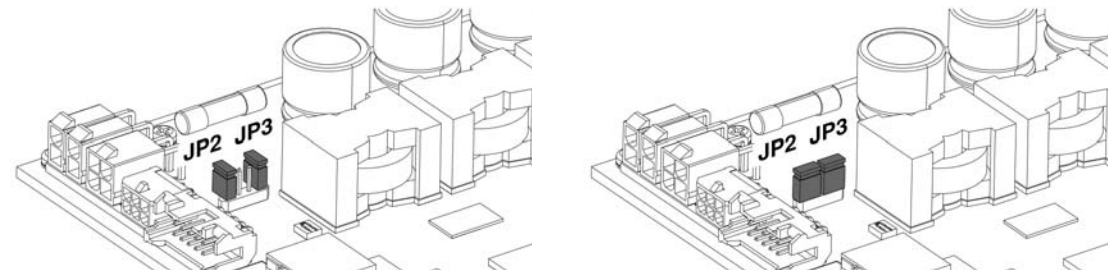

図 4-9 ジャンパ JP2/JP3 – オープン (左) / クローズ (右)
- 2) ジャンパ JP2 と JP3 を “クローズ” にしてください (→ 図 4-9, 右)。